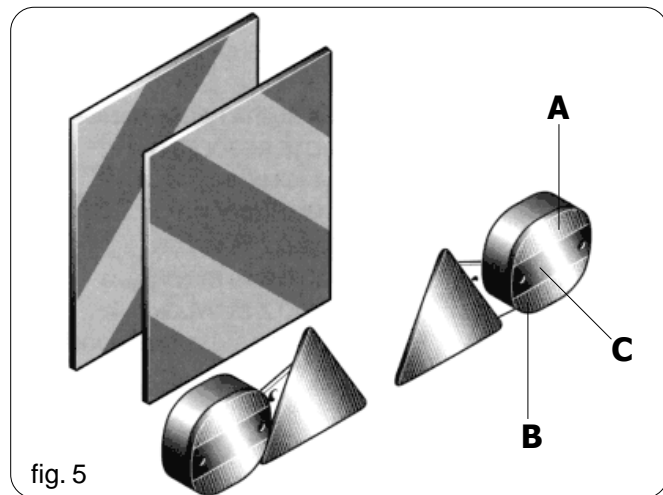

fig. 5
- 35) Qualora gli ingombri costituiti da attrezzature portate o semiportate occultino la visibilità dei dispositivi di segnalazione e di illuminazione della trattrice, questi ultimi devono essere ripetuti adeguatamente sulle attrezzature, attenendosi alle normative del codice stradale in vigore nel relativo paese. Accertarsi, quando in uso, che l'impianto luci sia perfettamente funzionante. Si rammenta inoltre che la corretta sequenza segnaletica dei fanali prevede (Fig. 5):
- 35) When the dimensions of carried or partially-carried equipment conceal the tractor's signalling and lighting devices, these must also be installed on the equipment itself, in conformity with regulations of the highway code of the country involved. When in operation make sure that the lighting system is in perfect working order. It is also important to remember that the correct signalling sequence of the headlights includes (Fig. 5):
- 35) Wenn die geschleppten oder an dem Schlepper angebrachten Ausrüstungen und Geräte die Sichtbarkeit der Signalisierungs- und Beleuchtungsrichtungen des Schleppers verdecken, müssen diese Vorrichtungen auch an den Ausrüstungen angebracht werden, wobei die Vorschriften der im jeweiligen Anwendungsland geltenden Straßenverkehrs-ordnung zu beachten sind. Beim Gebrauch ist zu kontrollieren, daß die Anlage einwandfrei funktioniert. Nachstehend wird die korrekte Sequenz der Leuchten angegeben (Abb. 5):
- 35) Lorsque les encombrements constitués par des équipements conduits ou semiconduits cachent la visibilité des dispositifs de signalisation et d'éclairage du tracteur, ceux-ci doivent être reproduits de façon adéquate sur les équipements, en respectant les normes du code de la route du pays en question. S'assurer que l'installation des phares fonctionne parfaitement lors de l'utilisation. On rappelle en outre que la séquence de signalisation correcte des feux oit (Fig. 5):
- 35) Si las dimensiones de los aparatos cargados o semi- cargados no permiten la visibilidad de los dispositivos de indicación e iluminación de la motriz, dichos dispositivos deberán ser instalados adecuadamente sobre los aparatos en sí, ateniéndose a las normas del código del transito vigente en el País. Asegurarse, mientras viene utilizado, que la instalación de las luces se encuentre perfectamente en función. Se recuerda, además que la correcta secuencia de las indicaciones de los faros prevé (Fig. 5):